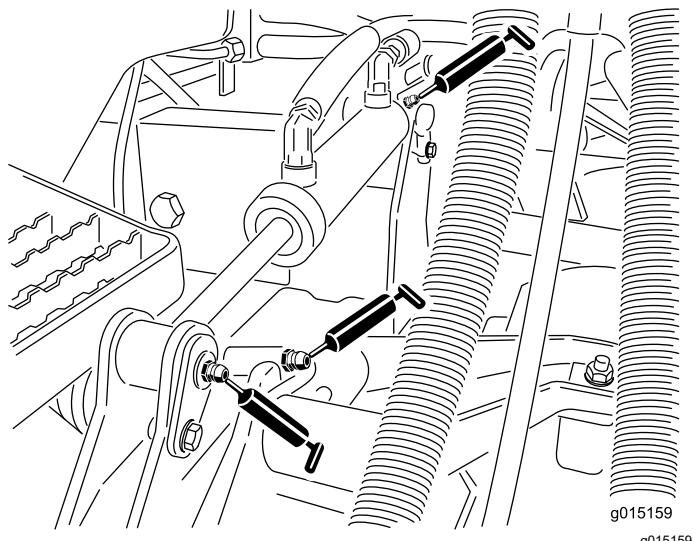

Bild 104
- Hubzylinderbüchsen (2 pro Mähwerk), siehe Bild 104
- Hubarmbüchsen (1 pro Mähwerk), siehe Bild 104